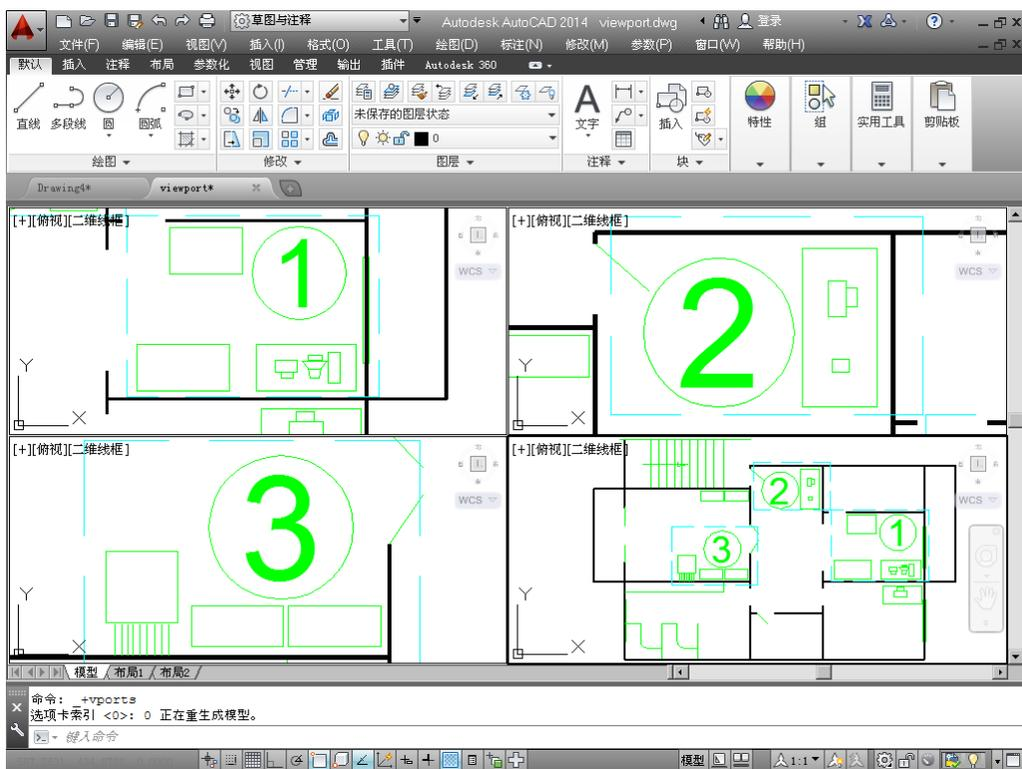

图 5.2.3 缩放后的四个视口的显示
Step5. 此时可以看到当前绘图区已分为四个相等的视口。在某个视口内单击, 则该视口变为当前视口, 可在当前视口中进行缩放、平移等操作; 如果需要对另一个视口进行操作, 则必须先在该视口中单击使其变为当前视口。这样分别在四个视口中进行不同的缩放、平移等操作, 使各个视口的显示如图 5.2.3 所示。